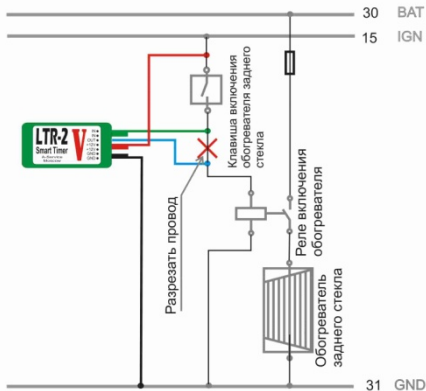

Рис. 1. Подключение LTR-2-V с управлением силовым реле «Реле включения обогревателя» подачей напряжения +12В
1. **Вариант «V».** При подаче на вход «IN» напряжения +12В (относительно вывода «GND» - см. Рис.1) контроллер, учитывая внешнюю температуру и бортовое